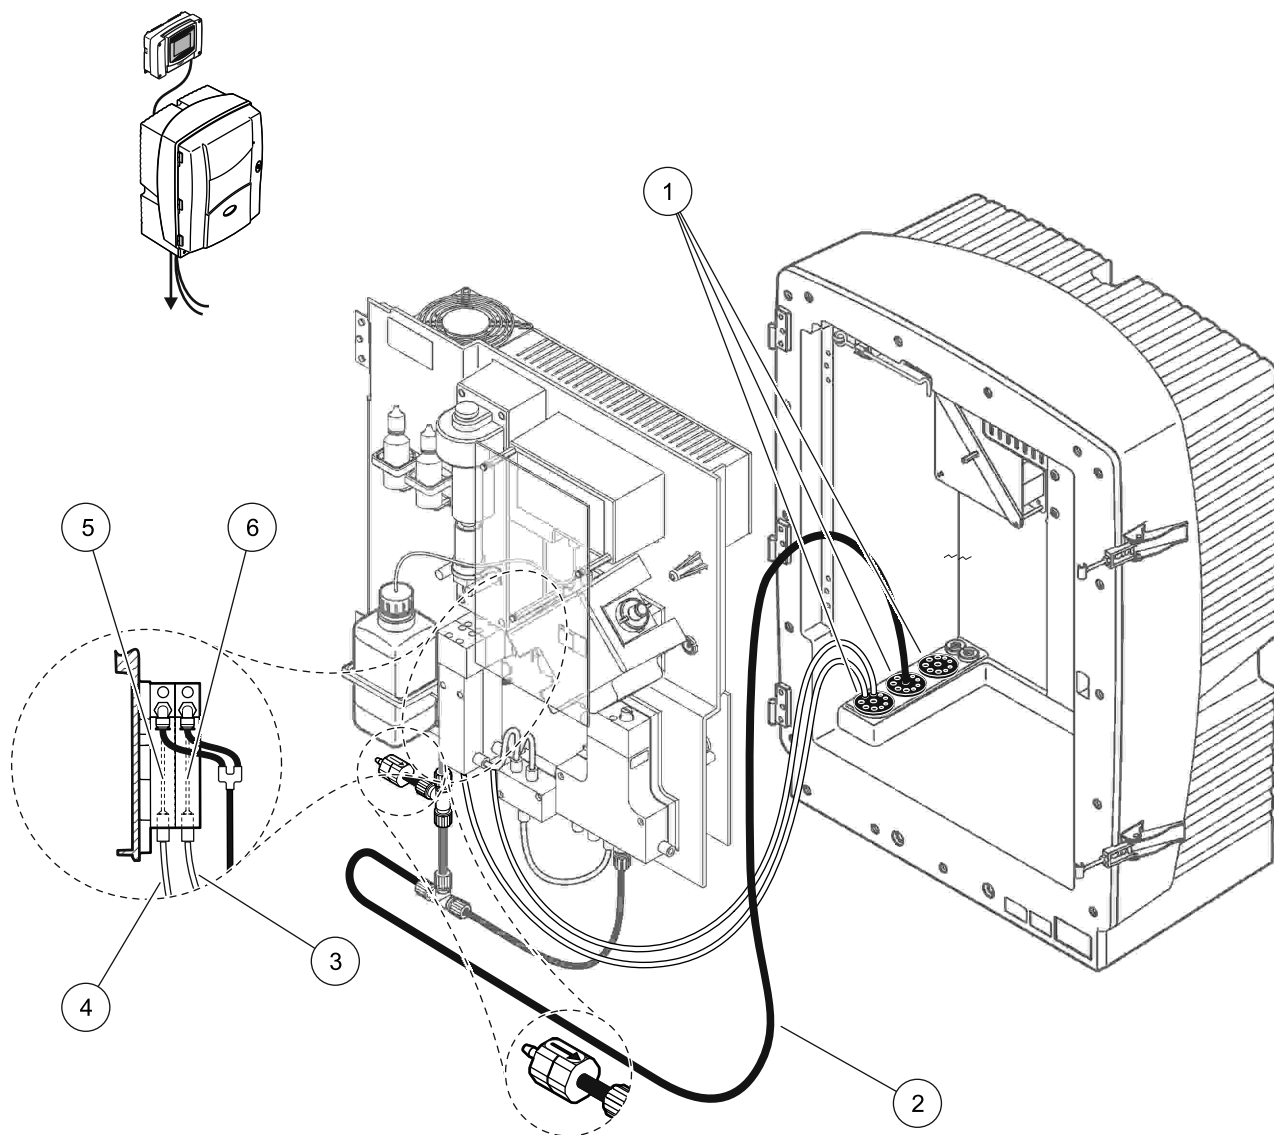

Figura 42 Configuração da Opção 11a
Consulte Figura 42 na página 114 e as instruções a seguir, relativas à Opção 11a:
3. Passe o tubo do dreno pelo analisador usando o Plugue de vedação No. 3 (Figura 42 na página 114, item 2).